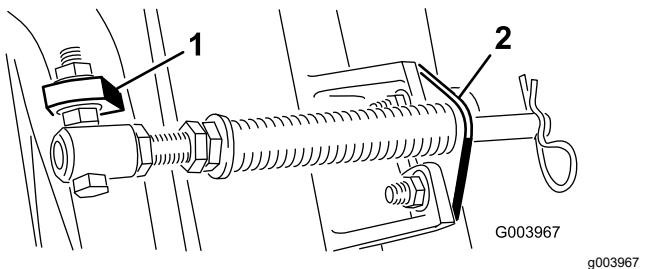
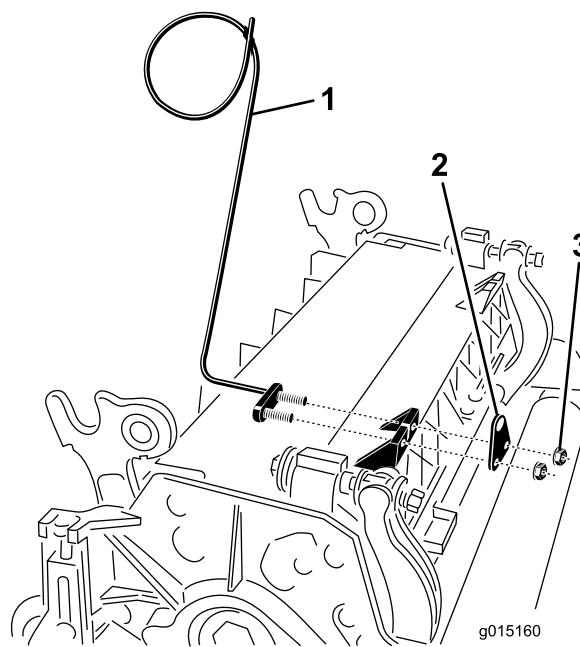

図 11
図 13
注 図11に示すように、ボルトの頭部がタブの外側を向くように取り付けること。
- E. カッティングユニットのタブにロッドブラケットを取り付け、キャリッジボルト2本とナットで固定する図11。ロッドブラケットの再取り付けを行うときに、カッティングユニットのタブの前に、左ホースガイドを取り付ける図13。